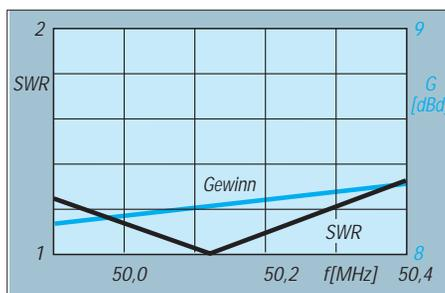

Bild 2: Gewinn und Anpassung der 5-Element-Yagiantenne im Frequenzbereich 49,9 bis 50,3 MHz
**Bild 2:** Rückansicht die AT100. Von links nach rechts: Ausgangsbuchse Ausgang (Cinch), Masseschraube, Buchse für externe Stromversorgung (9 V Gleichspannung), Eingangsbuchse (Cinch).